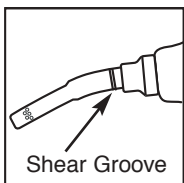

Figure 33
- ✓ Visually check spout shear groove for cracks or damage. (NOTE: Shear groove on 11VA Series nozzles is in the spout nut. All others are in the spout.) (See Figure 33)
(Ilustración 33)
- ✓ Controle visualmente que la ranura de corte del tubo de descarga no presente grietas ni daños. (NOTA: la ranura de corte en las boquillas de la serie 11VA está en la tuerca del tubo de descarga. Todas las demás están en el tubo de descarga). (Vea la ilustración 33)